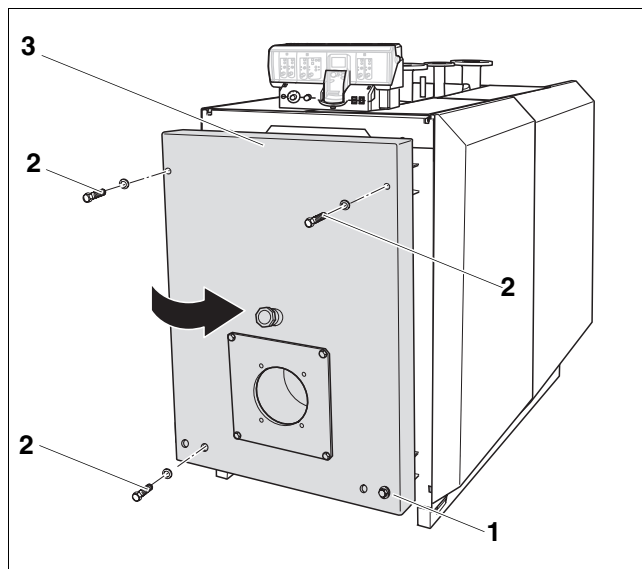

Рис. 38 Открывание дверцы горелки (здесь: дверца с правой навеской)
- Удалить три болта M12 (рис. 38, поз. 2) на дверце горелки (рис. 38, поз. 3).
- Если ось шарнира не свободна, то нужно слегка ослабить болт M16 (рис. 38, поз. 1), но не выкручивать его полностью.
- Закрыть дверцу горелки и прикрутить ее болтами M12 и M16 (рис. 38, стр. 43) крест-накрест.